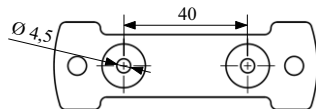

Рисунок 1
– закрепить на потолке или стене планку крепежную (рисунок 1), входящую в комплектность, при помощи двух шурупов.